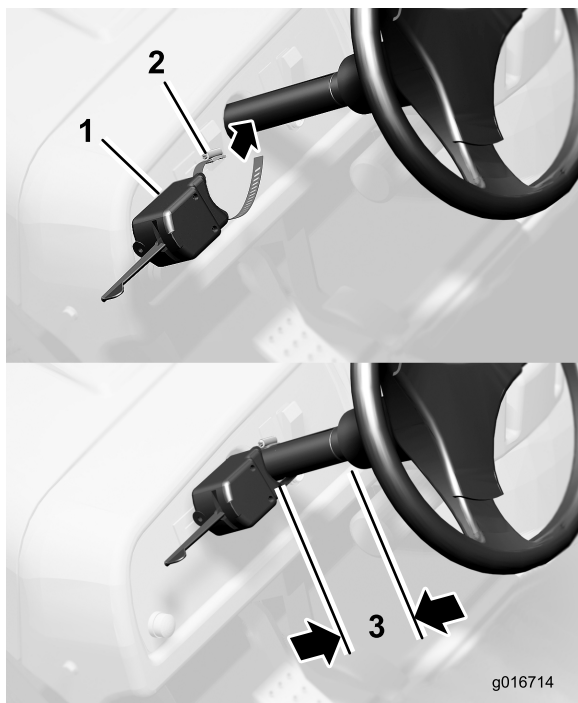

Figura 18
2. Segure o controlador contra a coluna da direcção de forma a que a fita esteja aproximadamente a 6,4 mm da coluna da direcção (Figura 18).